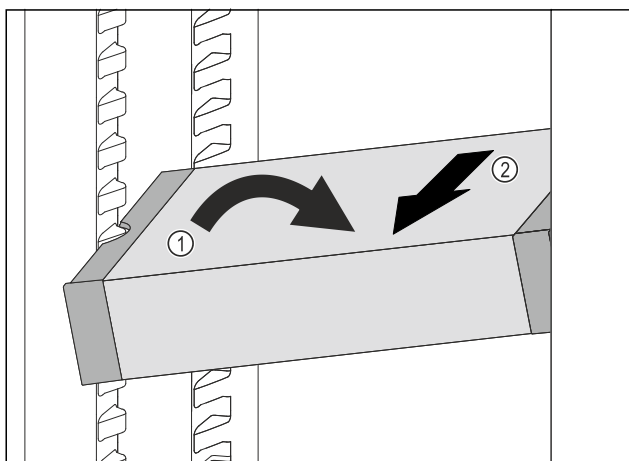

Fig. 138
- Incliner le VarioSafe dans la partie réfrigérateur. Fig. 138 (1)
- Sortir le tiroir VarioSafe par l'avant. Fig. 138 (2)